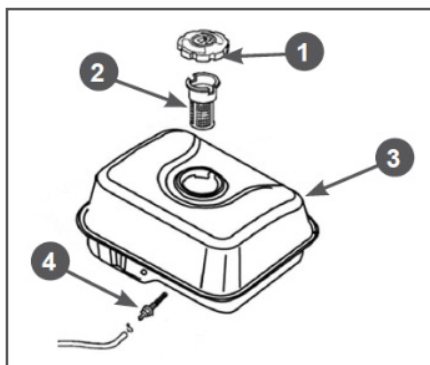
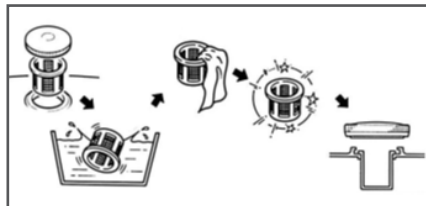

Рис. 16 Обслуживание топливных фильтров
Рис. 17 Обслуживание фильтра топливного бака
В топливном баке установлены два сетчатых топливных фильтра. Один фильтр устанавливается в заливной горловине топливного бака. Второй фильтр конструктивно объединен со штуцером топливного бака и установлен внутри бака (Рис. 16).
Топливный фильтр 2 (Рис. 16), установленный в горловине бака, проверяйте при каждой заправке бака топливом. При необходимости вынимайте сетчатый фильтр из бака и производите его очистку (Рис. 17). Регулярно проверяйте целостность сетчатого фильтра, при обнаружении механических повреждений замените сетчатый фильтр.
Через каждые 300 часов работы необходимо производить очистку топливного бака от грязи и конденсата. Одновременно с очисткой топливного бака необходимо проверять и очищать фильтр 4, установленный внутри бака (Рис. 16). Поврежденный или сильно загрязненный фильтр необходимо заменить.
3. Выкрутите из топливного бака выходной штуцер 4 и произведите его очистку (Рис. 16). Внимательно осмотрите сетчатый фильтр. При обнаружении механических повреждений замените штуцер топливного бака.